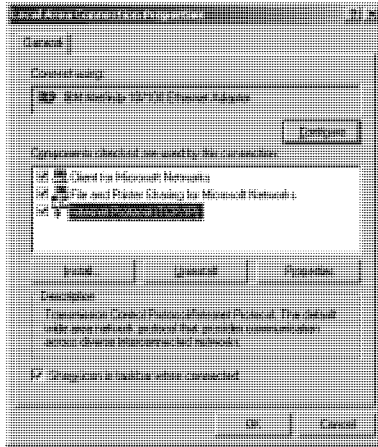

Рис. 16. Окно свойств соединения по локальной сети
5. Выбрать Internet Protocol (TCP/IP), нажать кнопку **Properties (Свойства)** (см. рис. 16).